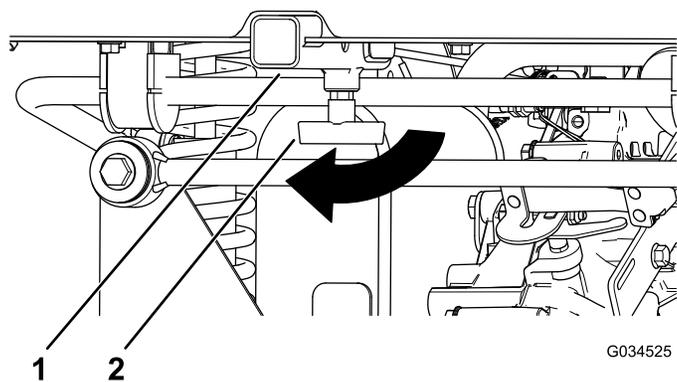

図 19
1. T字ハンドルを右に回してゆるめる 図 19。
- レシーバにアクセサリを挿入し、穴どうしが並ぶまで押し込む 図 19。